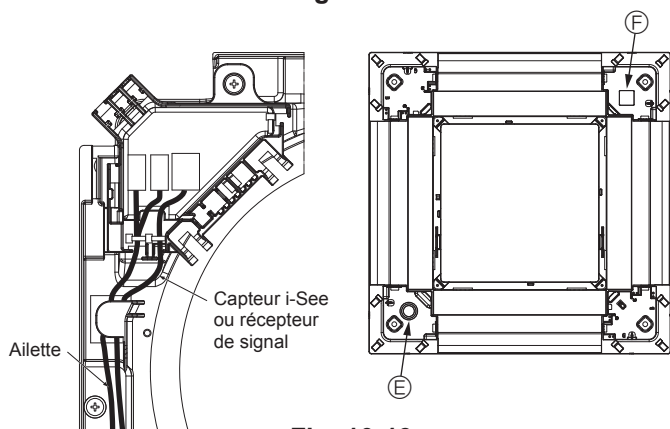

Fig. 10-13
- Faites passer les fils du capteur i-See et du récepteur de signal comme illustré dans la Fig. 10-13.